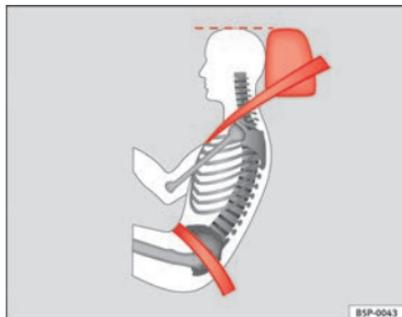

Abb. 14 Richtiges Gurtbandverlauf und richtige Kopfstützeinstellung von der Seite betrachtet
- Das Beckengurtteil des Sicherheitsgurtes muss vor dem Becken verlaufen und niemals über dem Bauch. Dabei muss der Gurt flach und fest am Becken anliegen ⇒ **Abb. 14**. Ziehen Sie das Gurtband gegebenenfalls etwas nach.